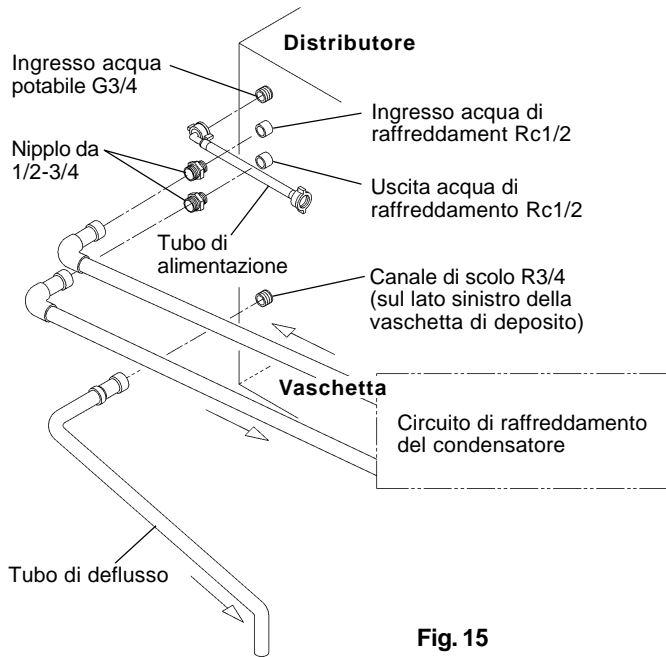

Fig. 15
- \* La Hoshizaki raccomanda di collegare il condensatore a un sistema di raffreddamento a circuito chiuso con ricircolo servendosi di un raffreddatore a torre o equivalente (v. Fig. 15 e 16). La formazione d'acqua dovrebbe avvenire tramite un serbatoio di interruzione o una valvola a sfera.
**[a] Collegamenti conformi alla normativa WRC in vigore nel Regno Unito (Fig. 15 e 16)**
- 3) Collegare il flessibile grigio (accessorio) al raccordo R3/4 sulla sinistra della vaschetta di deposito come indicato (Fig. 15), accertandosi che la guarnizione di tenuta sia correttamente posizionata. Avvitare quanto basta a evitare perdite. Se necessario, accorciare il tubo in modo da garantire la corretta posizione del canale di scolo.
- 5) Collegare il circuito di raffreddamento del condensatore alle estremità libere dei nippli da 1/2-3/4 (Fig. 15) servendosi di un tubo rigido adatto. Utilizzare nastro in PTFE o altri sigillanti adatti per ottenere un'adeguata tenuta.